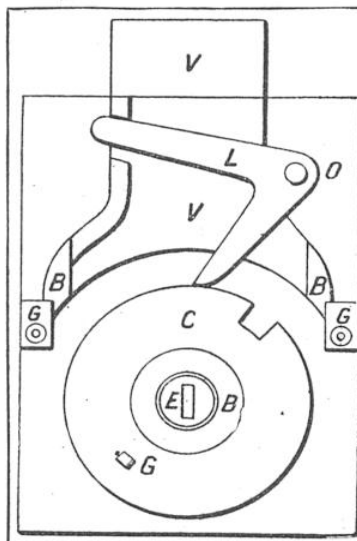

FIG. 25. - DESSIN MONTRANT LA SERRURE YALE DÉPOURVUE DE SES DISQUES DE COMBINAISON
Nous allons maintenant étudier la serrure à combinaisons Yale, qui est très originale et très simple (fig. 25).
Le disque *C* (fig. 25) ne sert qu'à l'entraînement de ceux qui réalisent la combinaison à l'intérieur de la serrure. Il est prolongé par une partie cylindrique *B*, reliée par l'écrou de fixation *E* à l'axe du bouton extérieur. Un ergot *G* permettra, au moment voulu, la liaison avec le premier des disques de combinaison.
mêmes conditions, un tour, le quatrième, en compagnie des trois autres. A ce moment, le quatrième disque a effectué la première partie de la combinaison (35) dans notre exemple et son encoche *E* est en face de la branche inférieure du levier *L* (fig. 25).